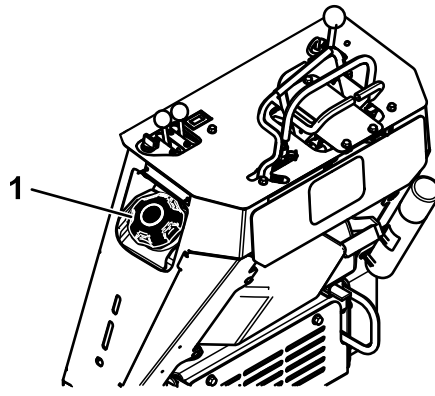

図 15
- 燃料キャップの周囲をきれいに拭いてキャップを外す  図 15。